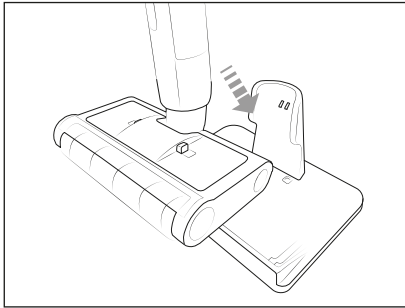

Abb. 4
- ◆ Stellen Sie das Gerät in die Ladestation **9** (siehe Abb. 4). Achten Sie darauf, dass das Gerät gerade in der Ladestation **9** steht, damit die Ladekontakte **8** der Ladestation **9** an den Ladekontakten **2** des Gerätes anliegen. Die Batterieanzeige **3** blinkt/leuchtet und der Ladevorgang startet.